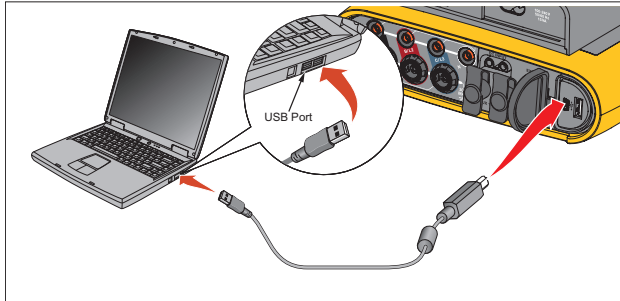

Abbildung 8. Verbindung zwischen Power Logger und PC
3. Schließen Sie das USB-Kabel an die USB-Anschlüsse des Computers und des Loggers an. Siehe Abbildung 8.